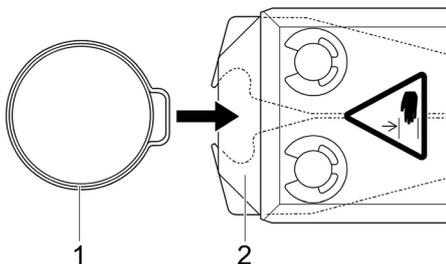

Abb. 14: Klemme einsetzen
1. Führen Sie das Ohr der OETIKER Klemme (Abb. 14/1) in den Klemmbereich des Zangenkopfes (Abb. 14/2) ein.